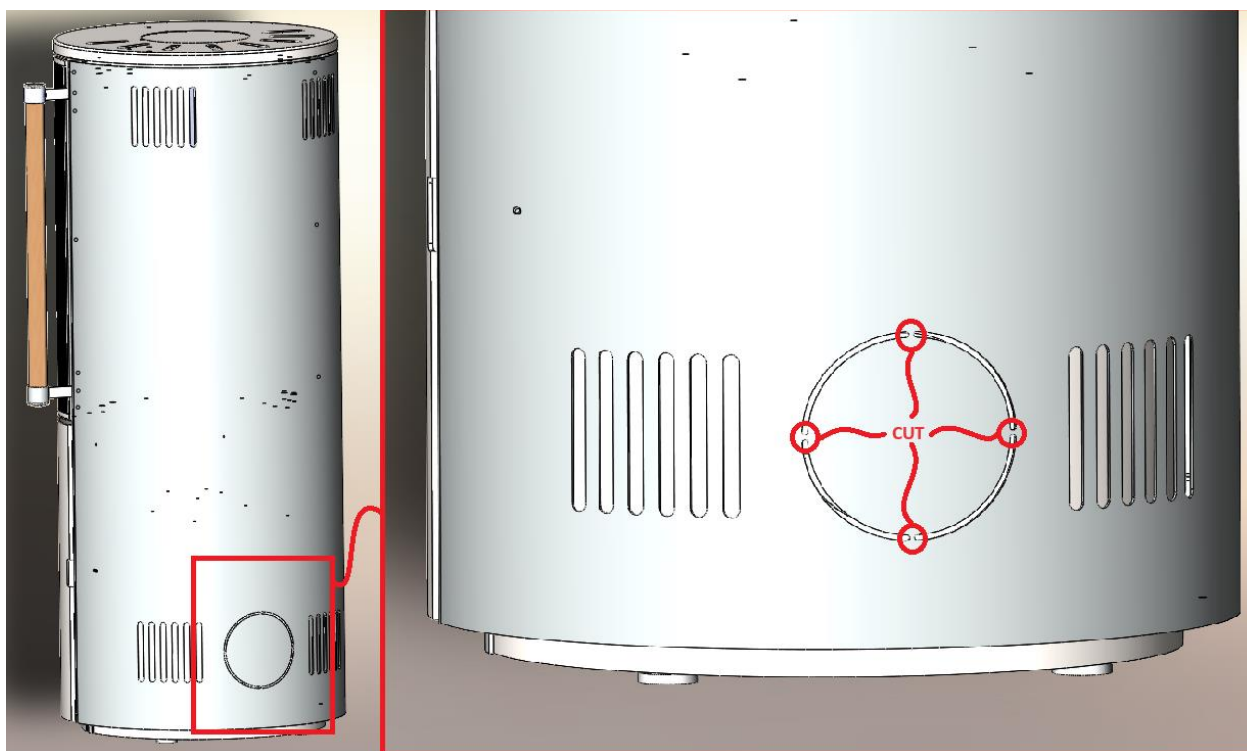

Abbildung 2 Austausch des Deckels am Boden des Kamins für den Außenluftanschluss
3. Abbildung 2 Austausch des Deckels am Boden des Kamins für den Außenluftanschluss	Seite 6
Der Kamin bietet die Möglichkeit, eine externe Luftzufuhr anzuschließen. Dafür wird ein flexibles Aluminiumrohr mit einem inneren Durchmesser von  $\text{\O}150$  und eine entsprechende Schelle benötigt. Die externe Luftzufuhr wird empfohlen, wenn sich der Kamin unter ungünstigen Betriebsbedingungen befindet (Tabelle 2), sowie zur Steigerung der Effizienz (Für einen ordnungsgemäßen Betrieb des Kamins ist eine Luftzufuhr erforderlich. Wenn Raumluft verwendet wird, muss das Fenster häufiger geöffnet werden). Die Anschlussdarstellung an die externe Luftzufuhr ist in Abbildung 2. , 3. und 4. zu sehen. Der Anschluss kann durch den Boden des Raumes oder durch die Wand erfolgen.